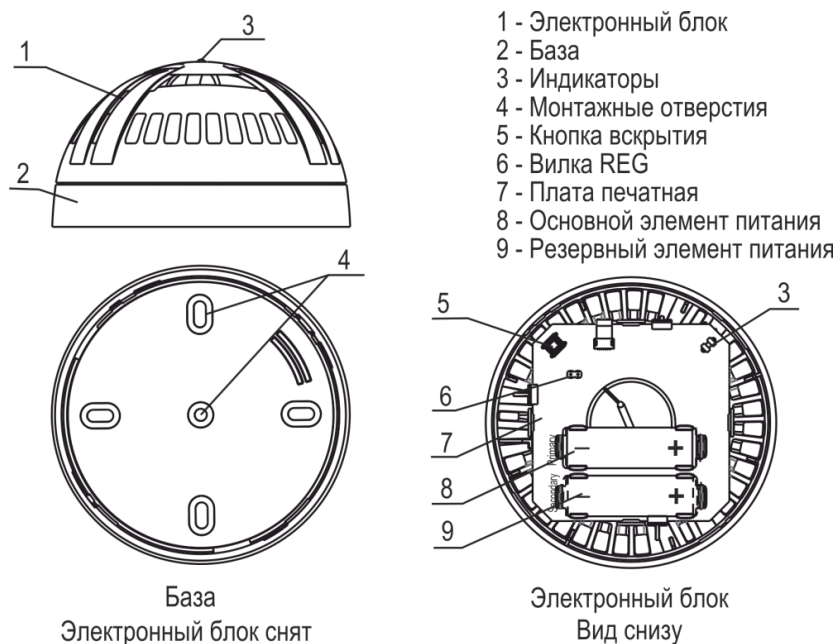

Рисунок 4.11
4.4.5.4 На плате ИП извещателя расположена вилка REG (рисунок 4.11, поз. 6) для осуществления регистрации в сети (при кратковременном, от 0,5 до 2 с, замыкании контактов вилки и нажатии в течение 60 с после этого кнопки вскрытия (рисунок 4.11, поз. 5).